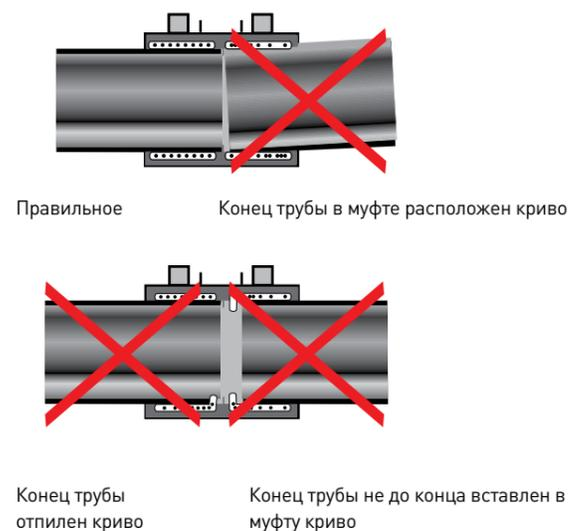

Рис. 17
- концы свариваемых труб должны быть ровными и расположены перпендикулярно оси трубы (они не должны быть срезаны под углом) (см. рис. 17);